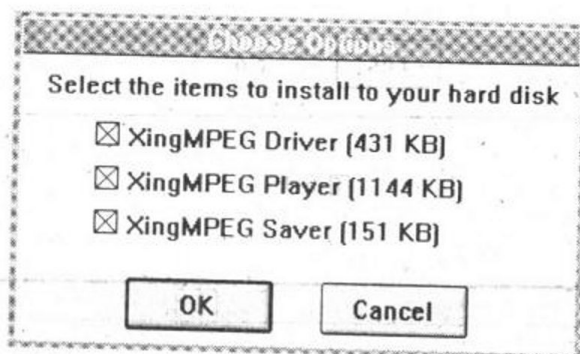

图 6-13
⑥下一步将出现活动选项对话框。你可以选择选项安装到硬盘上。最好全选，然后选择 OK。(图 6-13)